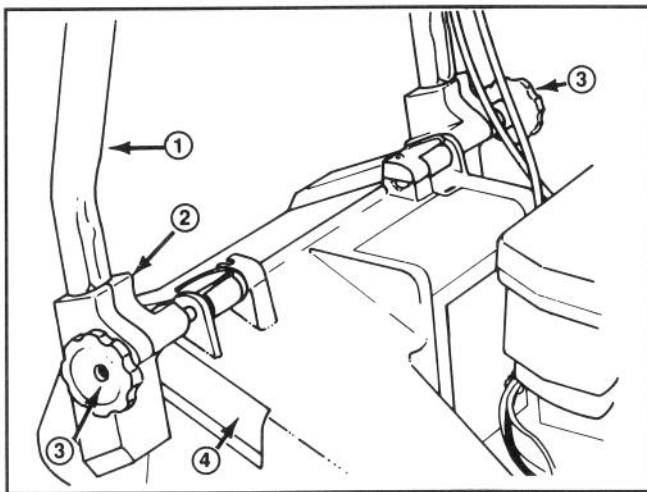
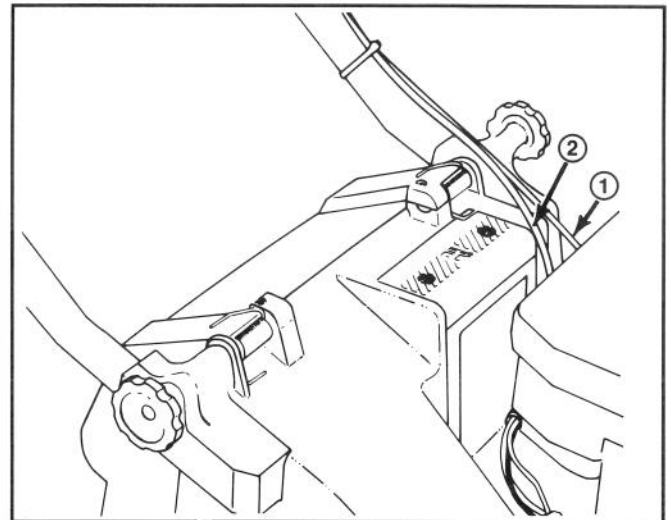

Abbildung 1
Abbildung 2
1. MONTAGE—Drehknöpfe auf der Gestängehalterung lockern (Abb. 1).
3. Die Enden der Griffstange in die Löcher der Gestängehalterung schieben bis sie sicher gehalten werden (Abb. 1). Sicherstellen, daß die Gaszug- und Antriebskabel (selbstgetriebenes Modell) an der Gestängehalterung links oben sind (Abb. 2).
4. Den Griff und die Gestängehalterungen nach hinten schwenken bis die Rastklappen sicher in den Gehäusekasten gehalten werden (Abb. 2).